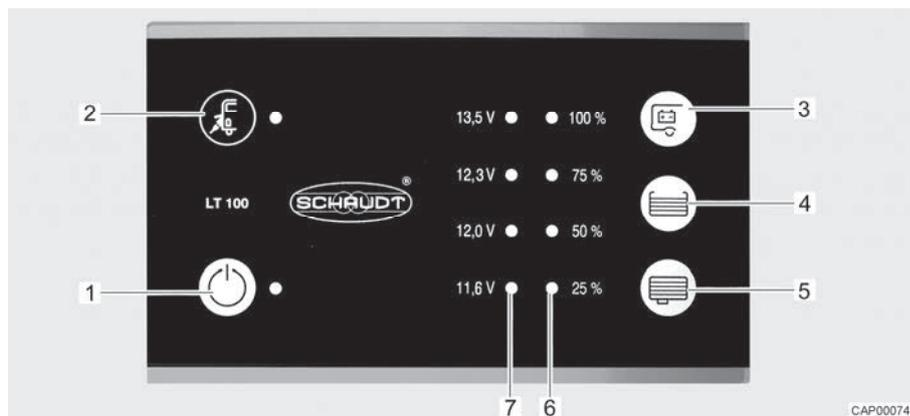

Fig. 50 Panel (LT 100)
El LED amarillo en el símbolo de conexión a la red "⚡" (Fig. 50,2) estará iluminado mientras que el vehículo esté conectado a una alimentación de red externa. Entonces, el LED también estará iluminado al estar el panel desconectado.
El interruptor principal de 12 V (Fig. 50,1) conecta y desconecta el panel y la alimentación de 12 V del habitáculo.
- Pulsar el interruptor "⏻" (Fig. 50,1): La alimentación de 12 V del habitáculo está conectada. El LED está iluminado de color verde.
- Volver a pulsar el interruptor "⏻" (Fig. 50,1): La alimentación de 12 V del habitáculo está desconectada. El LED se apaga.
La serie de LED (Fig. 50,7) indicará la tensión de batería de la batería del habitáculo del modo siguiente:
- Pulsar la tecla "🔌" (Fig. 50,3): Indica la tensión de la batería del habitáculo.
La serie de LED (Fig. 50,6) indicará el nivel de llenado del depósito de agua potable o del depósito de aguas residuales.
Pulsar la tecla "☰" (Fig. 50,4): Los LED iluminados indicarán el nivel de llenado del depósito de agua potable.
Pulsar la tecla "☷" (Fig. 50,5): Los LED iluminados indicarán el nivel de llenado del depósito de aguas residuales.